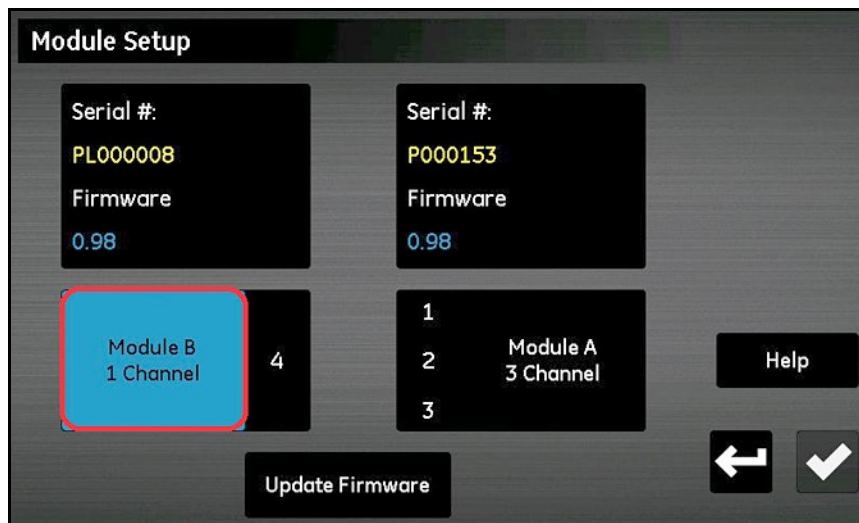

Figura 95: Seleção de módulo
- Toque no módulo que precisa da atualização de firmware. Esse módulo será destacado em azul e o botão **Atualizar firmware** estará disponível (veja *Figura 95* abaixo). Se o botão **Atualizar firmware** estiver acinzentado, verifique se a unidade Flash USB está devidamente conectada na porta USB.